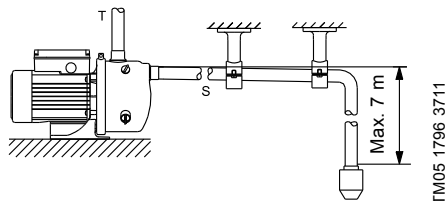

Fig. 2 Conexión a la tubería
Conecte la tubería de descarga al puerto de descarga de la bomba (T). Véase la fig. 2.